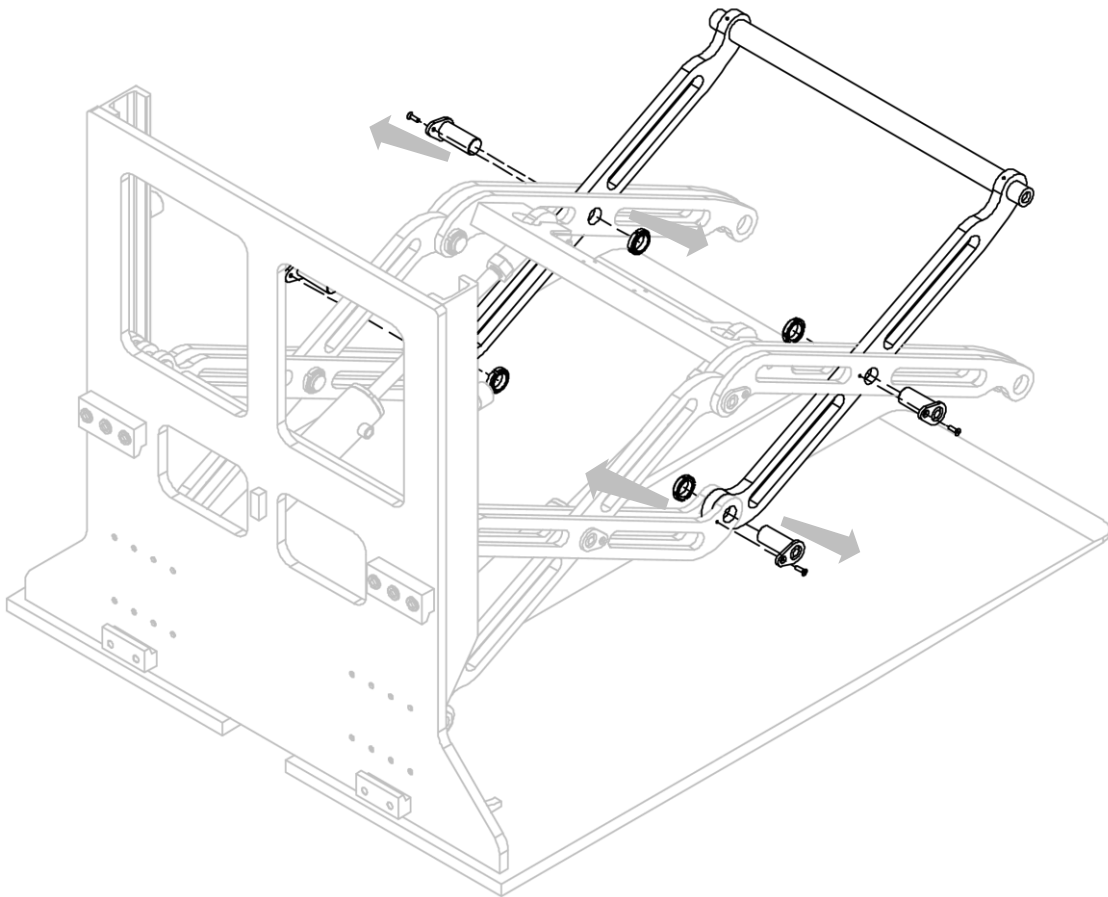

Figura 20
3. Rimuovere i perni (con relative viti e ghiera) che bloccano la coppia di bracci (vedi *Figura 20*).